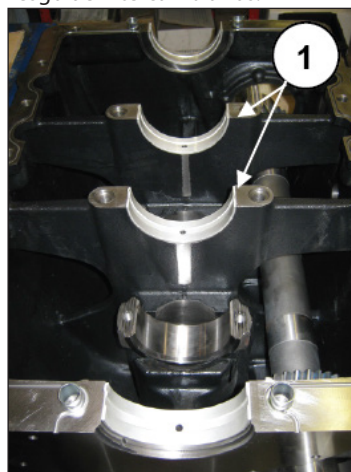
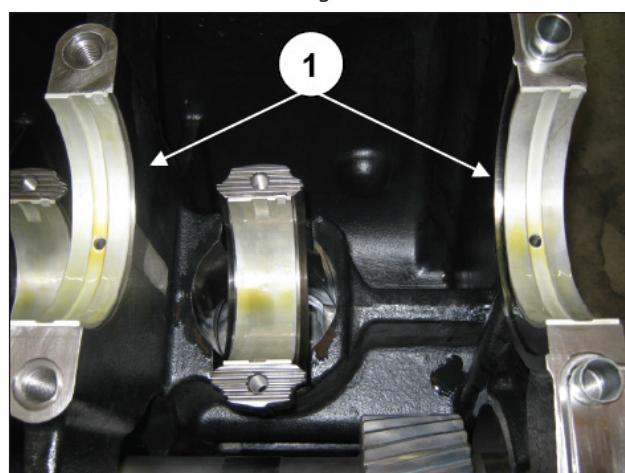

Fig. 37
Fig. 38
Mantener los semicojinetes de bancada (pos. ①, Fig. 37 y Fig. 38) en los alojamientos del cárter delantero para evitar el riesgo de intercambiarlos.